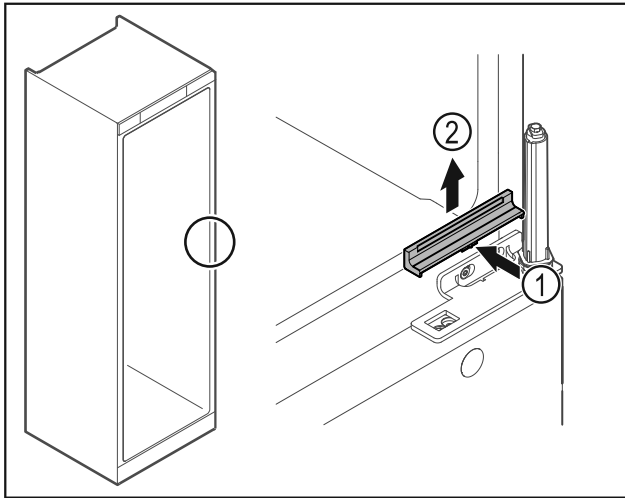

Fig. 32
- ▶ Paina suojusta Fig. 32 (1) kevyesti keskeltä ja ota se yläkautta pois Fig. 32 (2).